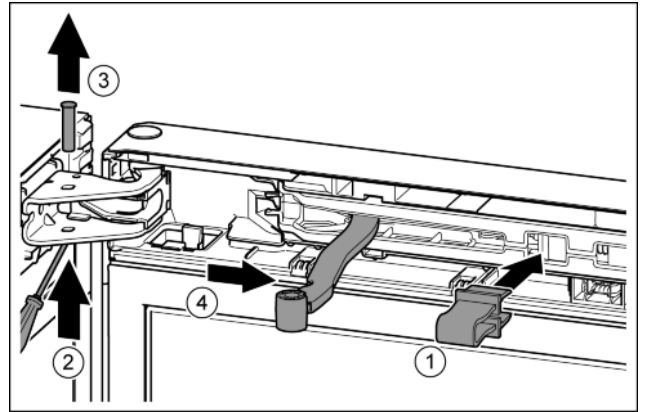

Fig. 7
- Introduire l'arrêt.oir dans l'ouverture. Fig. 7 (1)
- Desserrer le boulon avec un tournevis. Fig. 7 (2)
- Sortir le boulon par le haut. Fig. 7 (3)
- Tourner l'articulation en direction de la porte. Fig. 7 (4)